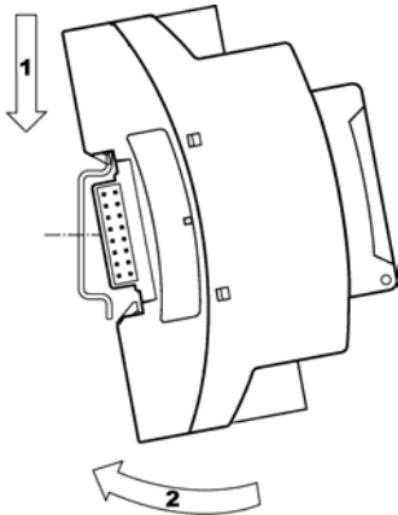

Рисунок 7.2
7.1.3 Модуль вместе с соединителем установить на DIN-рейке, сначала закрепив на рейке его верхнюю, затем – нижнюю части (см. рисунок 7.2).